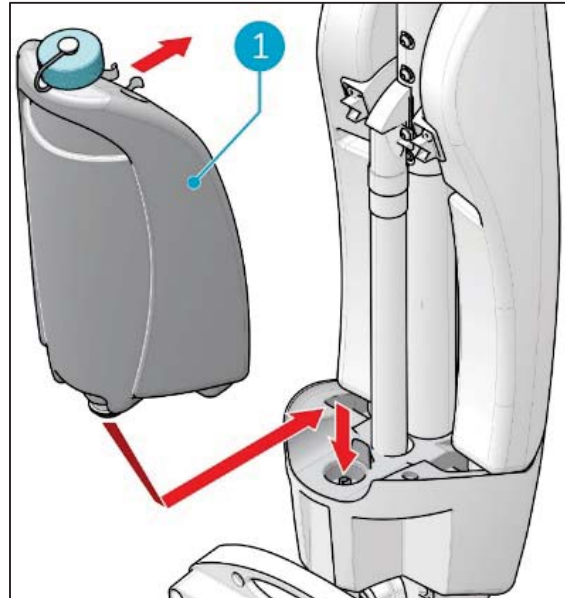

Figure 12
1. Placez le réservoir (Figure 12, pos 1) sur l'i-mop® XL Plus avec la valve en premier.